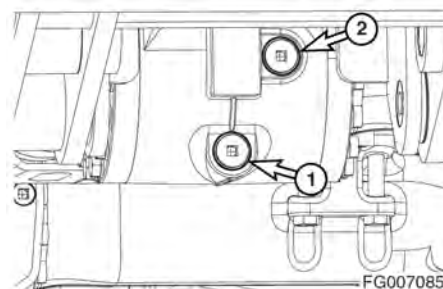

Рис. 108
1. Слив масла (1, рис. 108) и заливные отверстия (2) расположены в передней части картера моста.
2. Очистить от грязи, смазки и других посторонних веществ поверхность вокруг сливного отверстия (1, рис. 108) и заливных отверстий (2) картера моста.
5. Извлечь заглушку заливного отверстия (2, рис. 108) и залить соответствующую трансмиссионную жидкость до нижнего края заливного отверстия.